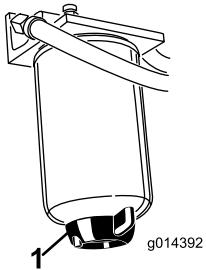

Рисунок 29
Ежедневно сливайте воду или другие загрязнения из водоотделителя (Рисунок 29). Через каждые 400 часов работы меняйте корпус фильтра.
- Ослабьте сливную пробку в днище корпуса фильтра (Рисунок 29).